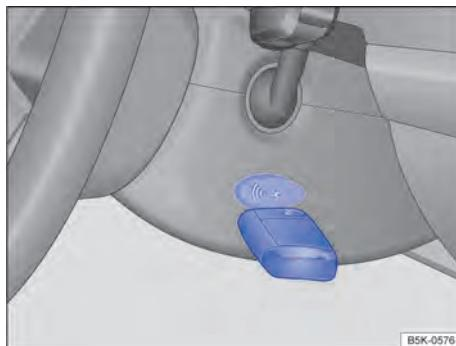

Fig. 89 À direita na coluna de direção: função de partida de emergência em veículos com sistema de travamento e de partida Keyless Access sem chave.
- Manter a chave do veículo diretamente após pressionar o botão de partida à direita da coluna de direção → **Fig. 89**.